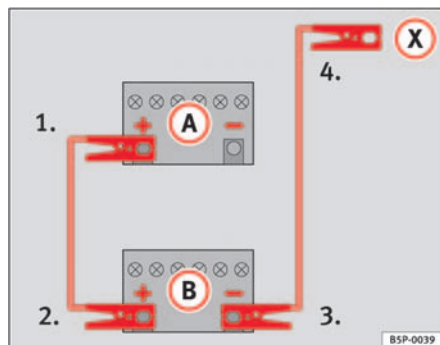

Abb. 173 Schema für das Anklemmen der Starthilfekabel
In der ⇒ Abb. 173 ist **A** die entladene Batterie und **B** die stromgebende Batterie.
- 1. Klemmen Sie ein Ende des roten Starthilfekabels an den Pluspol ⇒ Abb. 173 ⊕ des Fahrzeugs mit der entladene Batterie ⇒ ⚠.